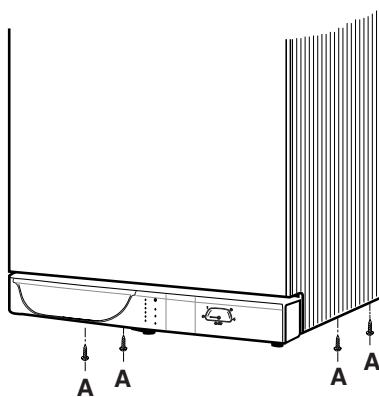

Fig. 20
- plaats de 4 bevestigingsvijzen **A** die zich op het onderste gedeelte bevinden (fig. 20).